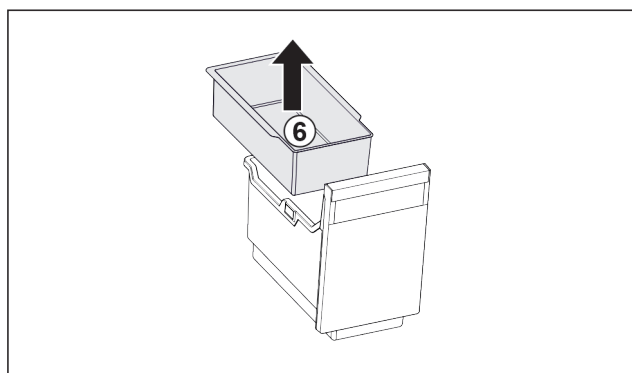

Fig. 26
- ▶ Извлеките Fig. 26 (6) подвесной лоток.